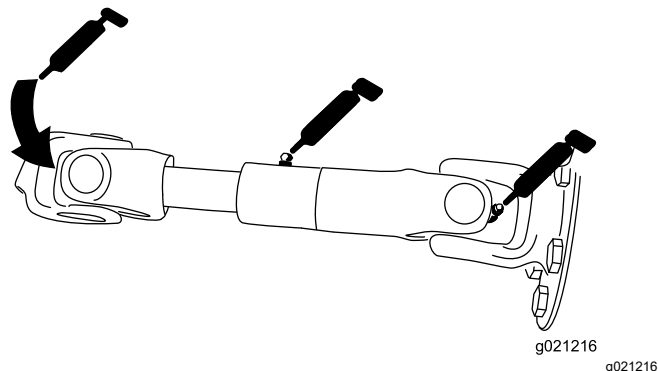

Bild 107
- Pumpenantriebswelle (3) (Bild 107)